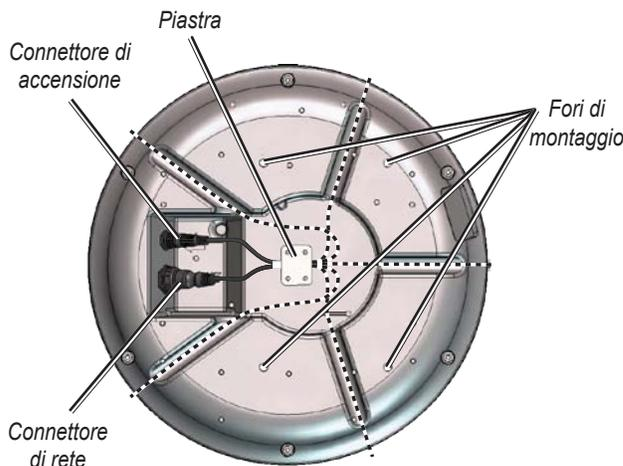
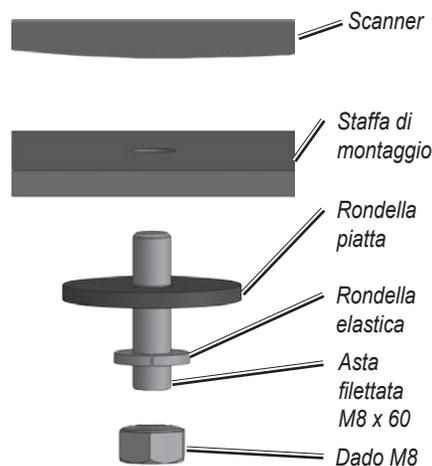

Figura 2
Figura 3
2. Allineare la scanalatura e l'anello di bloccaggio sul cavo di alimentazione al connettore di alimentazione. Inserire il cavo a 2 pin nel connettore di alimentazione e il cavo di rete per la navigazione RJ-45 nell'alloggiamento RJ-45 (Figura 2). Ruotare l'anello di bloccaggio del cavo di alimentazione in senso orario finché non si blocca. Ruotare l'anello di bloccaggio RJ-45 in senso orario fino a fissarlo in posizione.
3. È possibile far scorrere i cavi di rete e di alimentazione in qualsiasi delle cinque scanalature guida sul lato inferiore del rivestimento del sistema di rilevamento, fissandoli sotto la piastra dei cavi (Figura 2). Evitare di piegare o ruotare eccessivamente i cavi. Per ulteriori informazioni, vedere "Installazione dei cavi".
6. Installare le quattro (4) aste filettate M8 x 1,25 x 60 nei fori di montaggio sul lato inferiore del sistema di rilevamento. Quando le aste vengono installate correttamente, il sistema di rilevamento non dovrebbe sporgere più di 50 mm ± 1 mm (2").
7. Fissare il sistema di rilevamento alla superficie di montaggio mediante le aste filettate M8 x 1,25 x 60 (installate al punto precedente), rondelle elastiche, rondelle piatte e dadi esagonali M8, come illustrato nella Figura 3. **La torsione dei dadi dovrebbe essere compresa tra 13,7 e 18,6 N-m (10 - 14 lb/ft).**